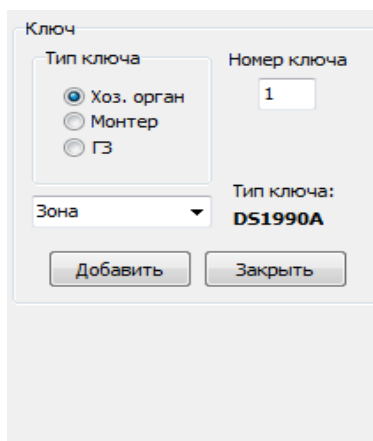

Рисунок 14
3.6.2 Указать тип ключа доступа, зону, которой он принадлежит, и ввести его номер. Для сохранения параметров ключа доступа нажать кнопку «Добавить», затем «Закрыть» (рисунок 14).